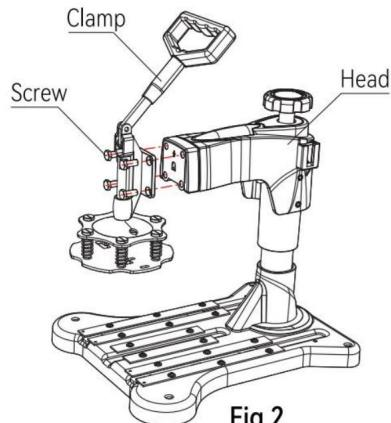

Fig 2
2. Passez les quatre vis à travers le clip rapide et l'adaptateur, puis vissez-les solidement à la tête de la machine et utilisez une clé pour verrouiller les vis (comme indiqué dans figure2).